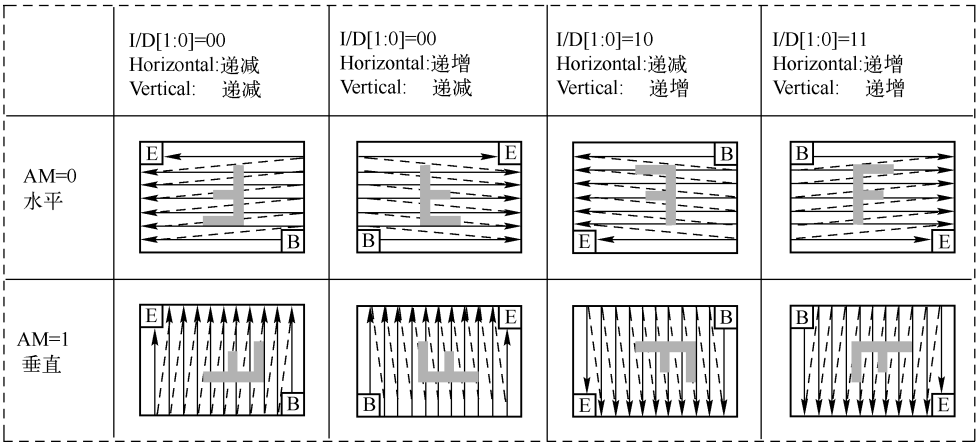

图 16-9 入口模式寄存器
③ 入口模式命令（R03h），如图 16-9 上部所示。
从图 16-9 中可看到，AM 用于 GRAM 更新方向的控制。当 AM = “0”，水平写方向的地址得到更新；而当 AM = “1”时，垂直写方向的地址得到更新。当用寄存器 R16h 和 R17H 设置了一个窗口区域，仅基于 I/D[1:0] 的 GRAM 寻址区域和 AM 置位的区域得到更新。
当更新一个显示数据的像素，I/D[1:0] 控制的地址计数器（AC）会自动进行增 1 或减 1 的操作，详细过程如图 16-9 下部所示。